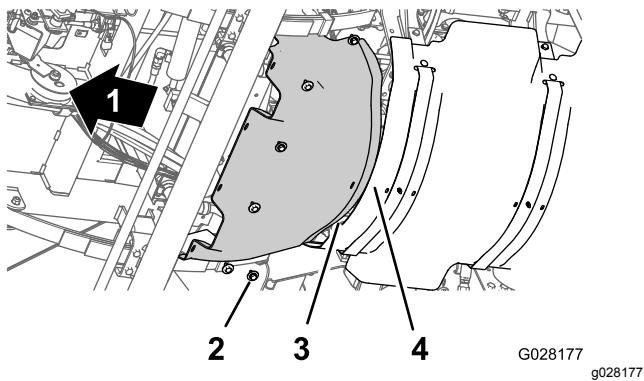

図 58
1. 前側防熱シールドの後部フランジを後防熱シールドの前側フランジに合わせる 図 58。
- 前側防熱シールドの穴を、シャーシのねじ穴に合わせる 図 58。
- 前側防熱シールドを機体に固定するソケットボルト6本とワッシャ6枚 図 58 ステップ 前側防熱シールドを取り外す (ページ 45), 3で外したものを使用する。